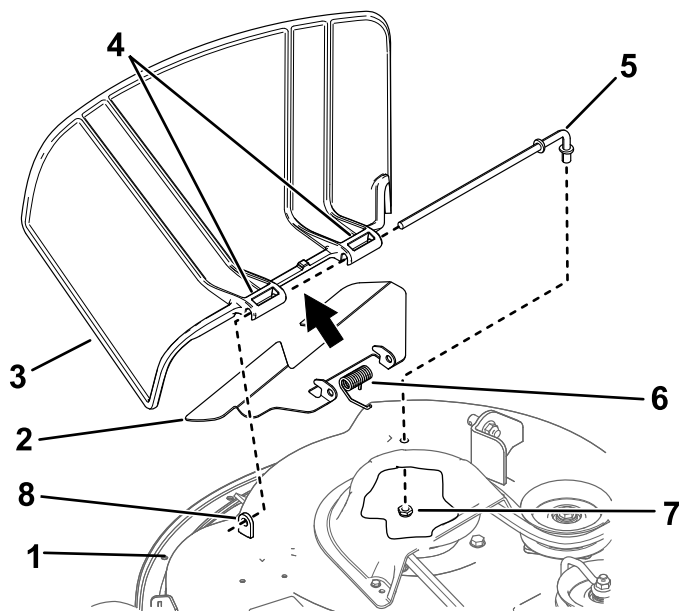

Figure 74
1. Retirez l'écrou ($\frac{3}{8}$ ") de la tige, sous le plateau de coupe (Figure 74).
2. Sortez la tige de la courte cheville de positionnement, du ressort, du petit déflecteur et du déflecteur d'herbe (Figure 74).
4. Posez les nouveaux déflecteur d'herbe et petit déflecteur (Figure 74).
7. Insérez la tige dans le petit déflecteur et dans le second pivot du déflecteur d'herbe (Figure 74).
9. Fixez l'extrémité arrière de la tige dans le plateau de coupe à l'aide d'un écrou ($\frac{3}{8}$ "), comme montré à la Figure 74.